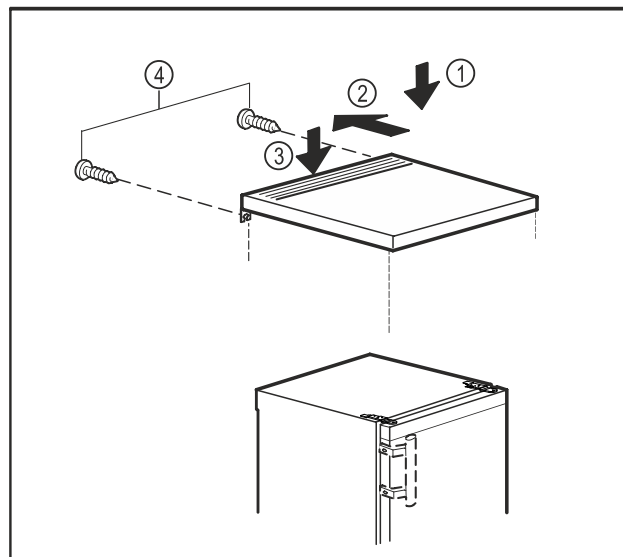

Fig. 11
- Asetage lauaplaat seadmele. Fig. 11 (1)
- Lükake lauaplaati tahapoole. Fig. 11 (2)
- Vajutage lauaplaati taga allapoole. Fig. 11 (3)
- Keerake kruvid tagaküljel kinni. Fig. 11 (4)